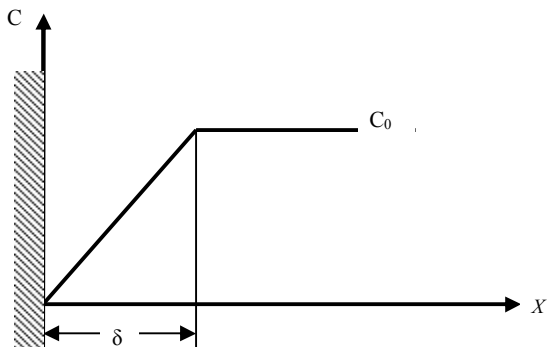

Рис. 3
19. Пластинка окиси магния (MgO) протравливается в проточном растворе серной кислоты с концентрацией $C_0=1$ моль/л. Процесс растворения окиси магния лимитируется диффузией серной кислоты из глубины раствора к поверхности пластины (коэффициент диффузии H_2SO_4 в воде $D=2\cdot 10^{-9}$ м²/с). Сколько миллиметров окиси магния стравится за 5 мин, если распределение концентрации кислоты по глубине раствора имеет вид, показанный на рис. 3